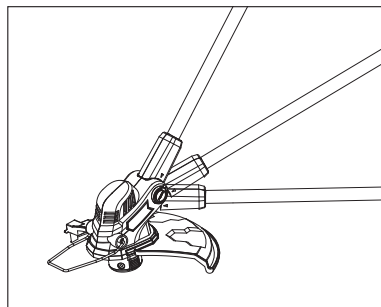

Fig. 16
Ajuste o ângulo da cabeça do aparador (13) para se adequar às condições do solo (Fig. 16).